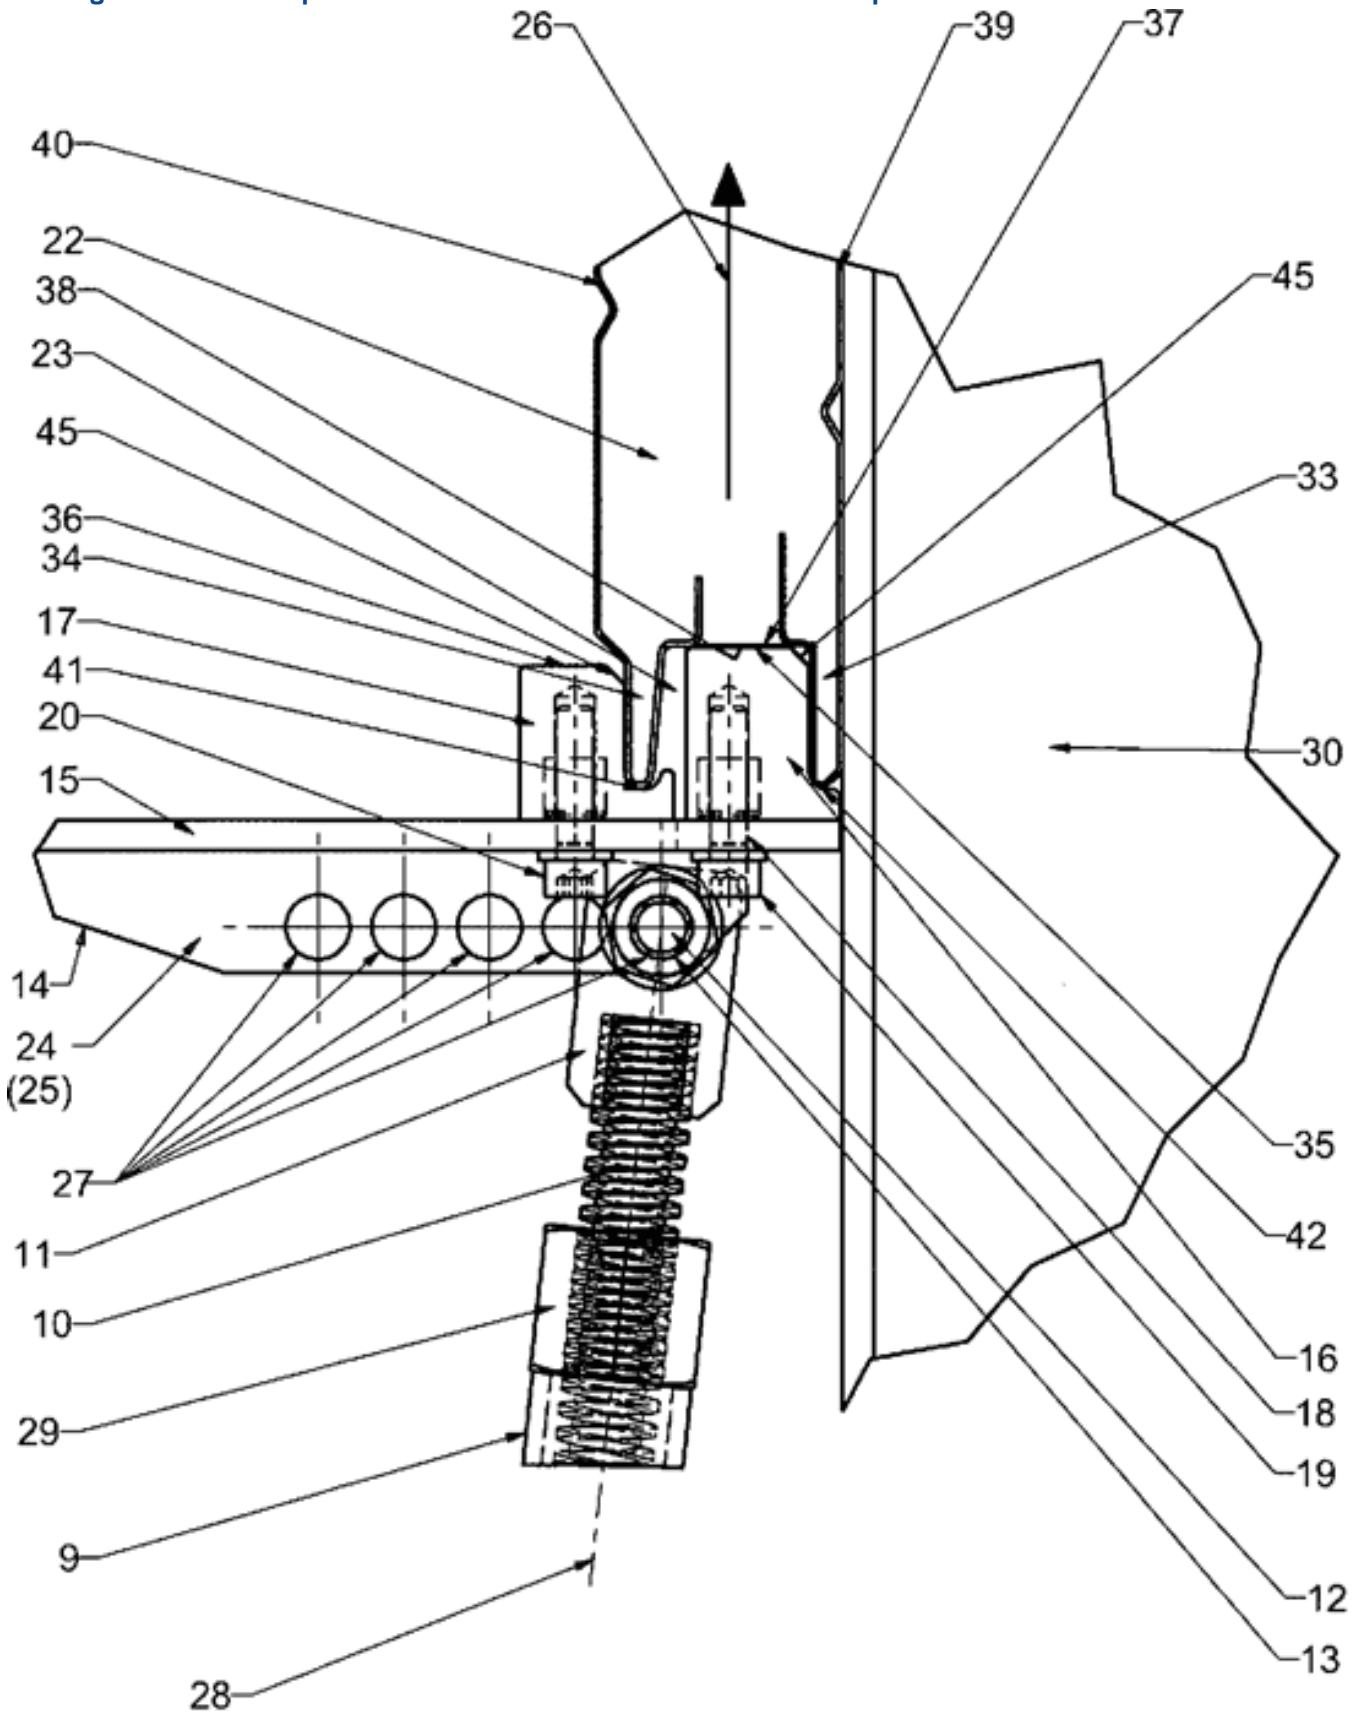
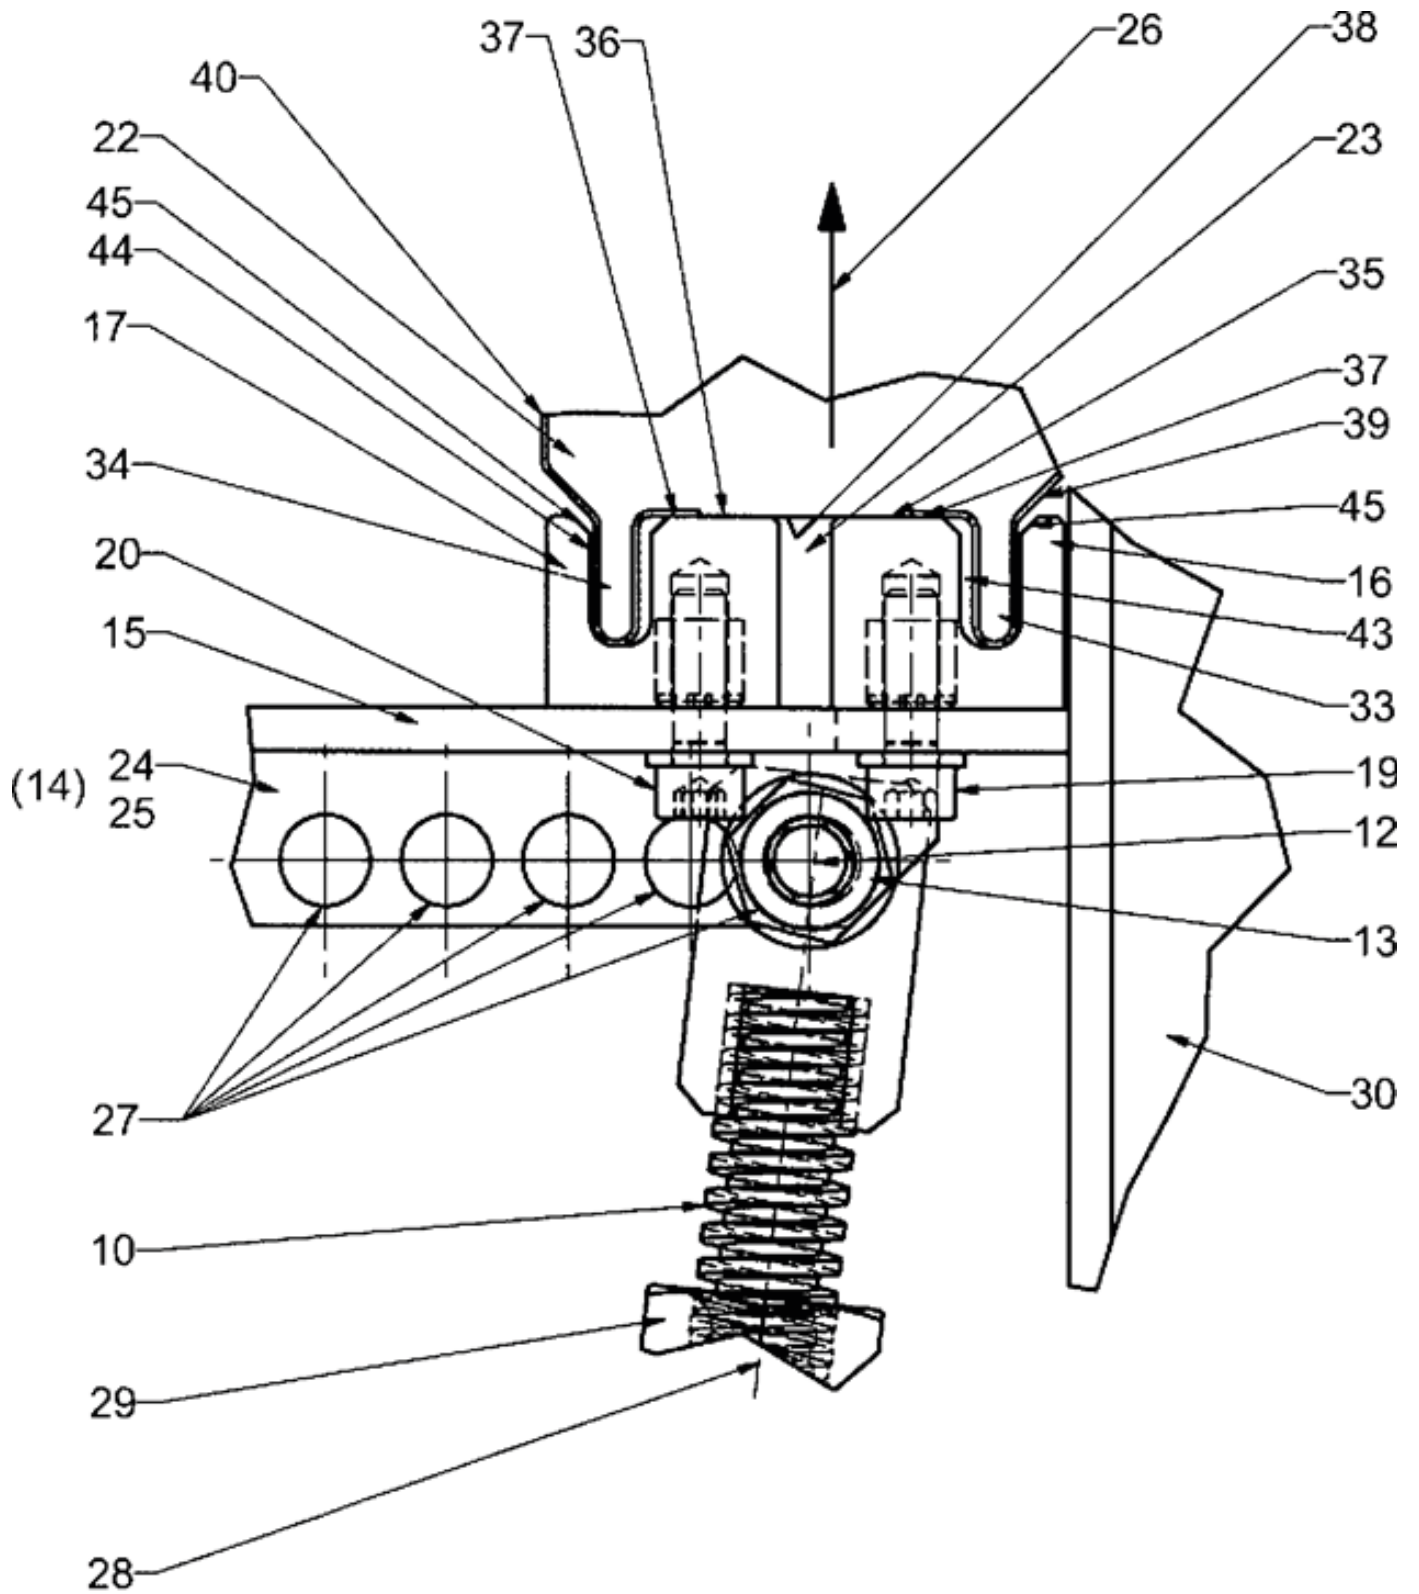

Fig. 2
Fig. 3
- Das erste Wandelement muss an der Unterkonstruktion(UK) komplett eingemessen, ausgerichtet (rechtwinklig) und befestigt sein.
- Je nach Sandwichwandelementtyp kommen zwei unterschiedliche Druck-(Montage)backen zum Verlegen der Wandelemente zum Einsatz, siehe Anordnung der Druckbacken Fig. 1; Fig. 2 und Fig. 3. Diese werden entsprechend einmal ortsunveränderlich und einmal ortsveränderlich in vertikaler Lage an der Druckplatte 15 befestigt. In Abhängigkeit von den Elementdicken, kann die Position der ortsveränderlichen Druckbacke 17 und die Position der Druckplatte mit dem Halteelement 11 entsprechend an das zu montierende Wandelement angepasst werden.
- The first wall panel must be completely calibrated, aligned (rectangular) and attached to the support construction (SC).
- Depending on the type of sandwich panel, two different clamps will be applied for the installation of the wall panels (see "arrangement of clamps" Fig. 1; Fig. 2; and Fig. 3). One will be attached stationarily and the other non-stationarily in vertical position to pressure plate (15). Depending on the thickness of the panels, the position of stationary clamp (17) and the pressure plate with supporting element (11) can be adjusted to the wall panel which is to be installed.
Befestigen Sie die zum Sandwichelement passenden Druckbacken 16 und 17 auf die Druckplatte 15, Wandtyp beachten, z.B. Thermowall Fig. 3. Druckplatte 15 mit fest montierter Druckbacke 16, (kurze Seite der Druckplatte) weist immer zur Innenschale des Bauteils und der Unterkonstruktion (UK), Fig.1 und Bild 1. Druckbacken entsprechend der Nutausbildung und der Elementdicke  $S$  (22) einstellen, Fig. 2 und Fig. 3.
Attach pressing clamp (16) and (17) (matching the respective sandwich panel) to pressing plate (15), note the type of wall (i.e. Thermowall Fig. 3). Pressing plate (15) with solidly attached pressing clamp (16) (short side of the pressure plate) always points to the internal sheet of the panel and the support construction (SC) (Fig. 1 and Picture 1). Adjust pressing clamp with reference to the joint and the thickness of the panel ( $S$ ) (Fig. 2 and Fig. 3).
Stellen Sie die Klemmeinrichtung 31, inkl. Halterung 2 auf die ungefähre Breite der Unterkonstruktion ein. Und sichern Sie die Andruckvorrichtung an der Unterkonstruktion mit Hilfe des Sicherungsstahlseils. Die Andruckvorrichtungen sind immer gegen Absturz zu sichern. Die Befestigung der Vorrichtung erfolgt über die Klemmeinrichtung 31 durch Drehen der Handkurbel an der Unterkonstruktion, Bild 2. Wenn diese Befestigungsart nicht möglich ist, entfernen Sie die Klemmeinrichtung 31 von der Halterung 2. Danach kann eine Fixierung der Andruckvorrichtung mit einem Befestigungsmittel durch die Bohrung in der Halterung 2 in der Unterkonstruktion erfolgen.
Das erste Wandelement muss an der Unterkonstruktion (UK) komplett eingemessen, ausgerichtet (rechtwinklig) und befestigt sein, unter Beachtung der Montagerichtlinien vom IFBS. Das zweite zu montierende Element wird mit einer Hebevorrichtung (z.B. Vakuumsauger) an das bereits montierte Element angesetzt und gehalten. Danach wird das Element auf mehreren Ebenen (unten, mittig und oben) an der Unterkonstruktion seitlich mit der Andruckvorrichtung temporär gehalten. Mit den Vorrichtungen wird das zu montierende Element gegen das bereits montierte Element über eine Längenänderung (erzeugt durch die Trapezspindeln 8; 10 und das Spannschloss 9) gedrückt. Gleichzeitig erfolgt die Komprimierung des Dichtbandes im Feder-Nut-Bereich. Prüfen, ob das Element rechtwinklig zu bereits montierten Element steht. Danach kann das Element an der UK befestigt werden. Schraubentyp, Schraubenanzahl und ob Lastverteiler benötigt werden nach statischer Vorgabe prüfen, Bild 3. Nach der vollständigen Befestigung des Elementes kann das Anpresswerkzeug durch Lösen des Spannschlusses (9) entfernt werden.